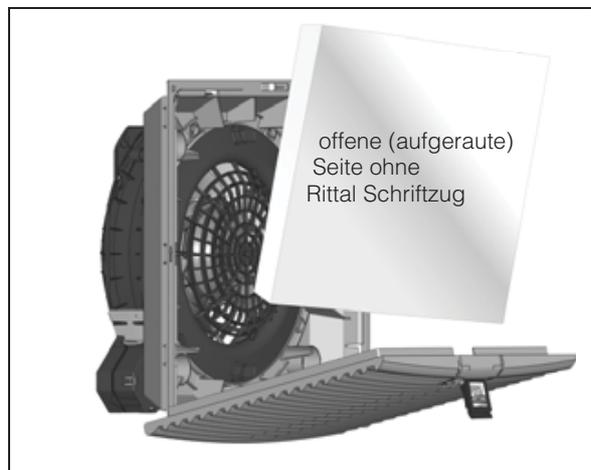

Abb. 7: Filtermatte einbauen
- Beachten Sie auch hier, dass die offene Seite (ohne Rittal Schriftzug) in Richtung Lamellengitter zeigt (siehe Abb. 7).